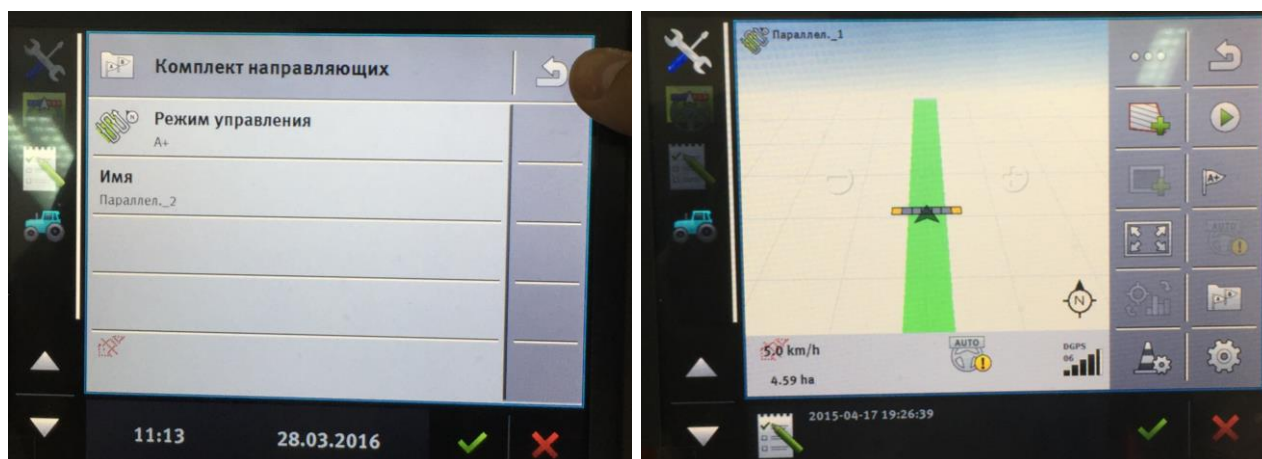

Рисунок 7.21 – Переход к навигации
5. Вернитесь к навигации (рисунок 7.21).